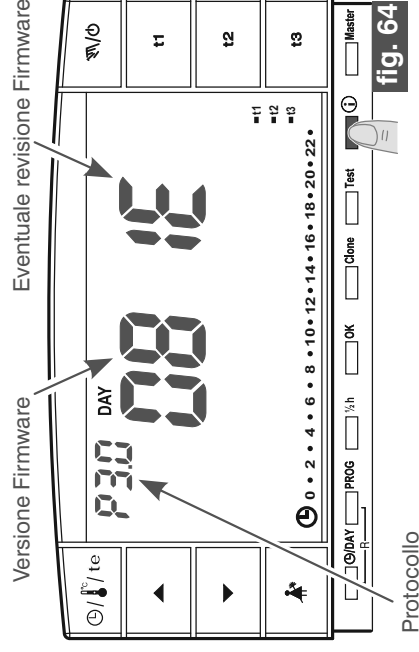

fig. 64
- Premere una volta il tasto **i** : sul display apparirà la versione di protocollo radio, la versione del firmware installato e l'eventuale revisione (esempio in fig. 64).